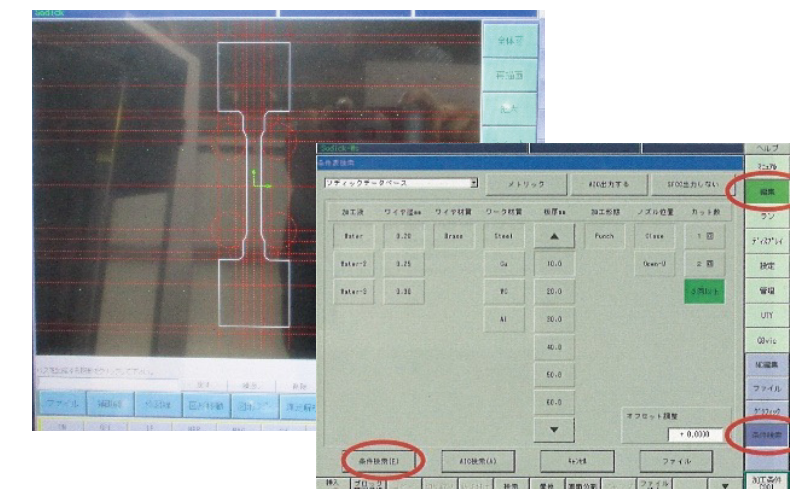

図2:「加工する図の作成画面」と「材質、材料の厚みなど選択する画面」
- 操作画面上に図を描き、何点かの項目(材質、材料の厚み、ワイヤの情報、切断回数など)を選択するだけでプログラム作成が可能。(図2)